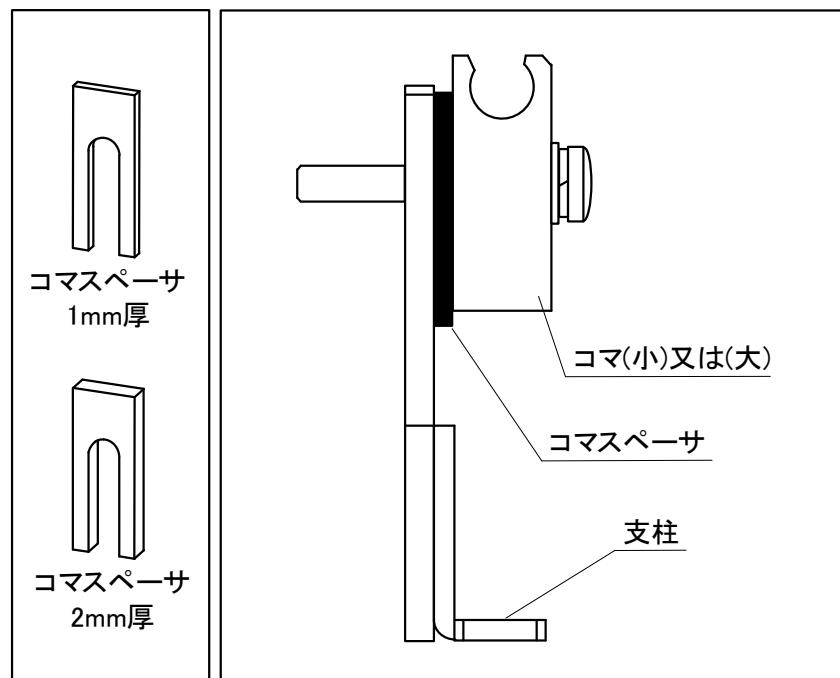

図4.3-9 コマスペーサによる消音バーの調整
- (6) 消音バーの動きを確認する。各部の支柱の位置が一定でない為に消音バーの動きが重い場合、図4.3-9の様にコマと支柱の間にコマスペーサを取り付けて、消音バーの位置を調整する。